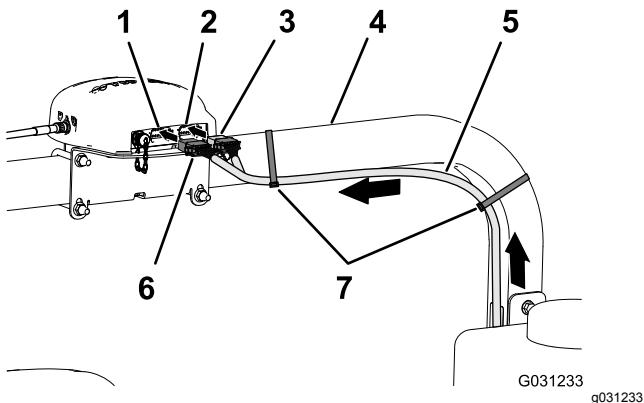

Figura 166
2. Enrute la rama de 390 cm del arnés de datos por el tubo derecho del ROPS con el conector hembra de 12 vías (gris) y el conector hembra de 12 vías (negro) hacia arriba hasta el receptor de navegación (Figura 166).
7. Sujete la rama de 390 cm del arnés de datos al tubo derecho del ROPS con 2 bridales, según se muestra en Figura 166.